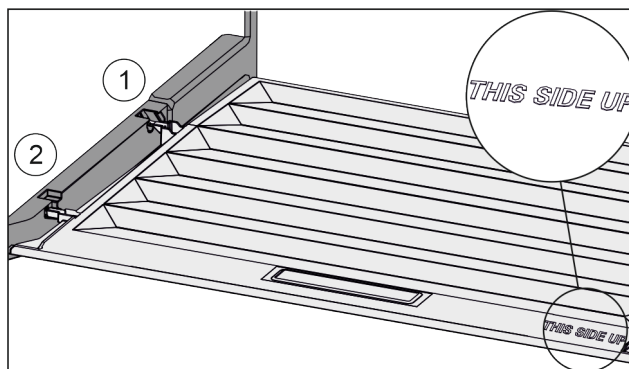

Fig. 143
- ▶ Robova predala vstavite nad odprtino zadnjega držala *Fig. 143 (1)*, spredaj pa ju zataknete v držalo *Fig. 143 (2)*.